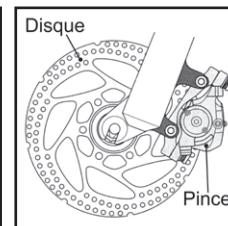

fig. 12
- **Disque** (fig. 12): formé par les pinces du disque et un câble dans le cas il soit mécanique ou une gaine dans le cas il soit hydraulique, à l'actionnement du frein les pinces se serrent en faisant frotter les pastilles sur le disque.